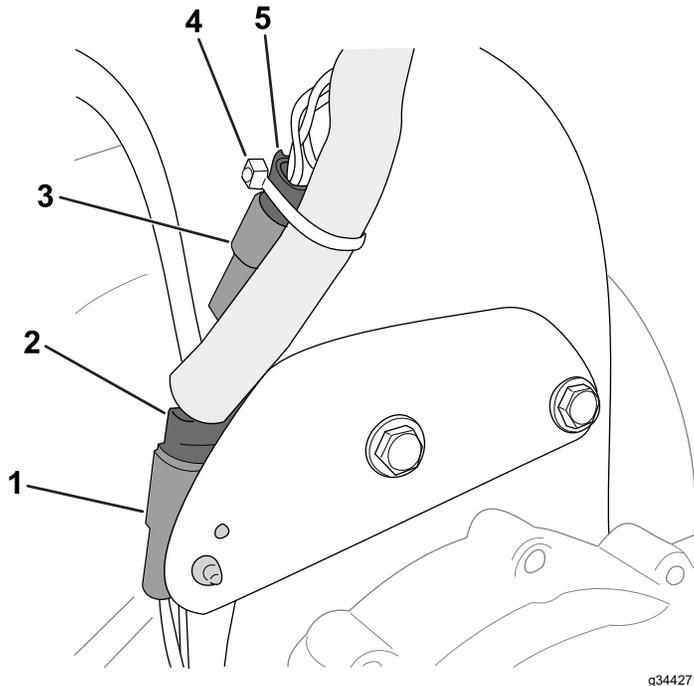

Figura 5
1. Conecte el conector de 2 pines de la caja de engranajes del motor al conector de clip en el soporte del arnés (Figura 5).
2. Conecte los conectores del motor a los conectores del arnés de cables del kit (Figura 5):
7. Utilice una brida para sujetar los conectores mostrados en la Figura 5 al arnés de cables del kit.